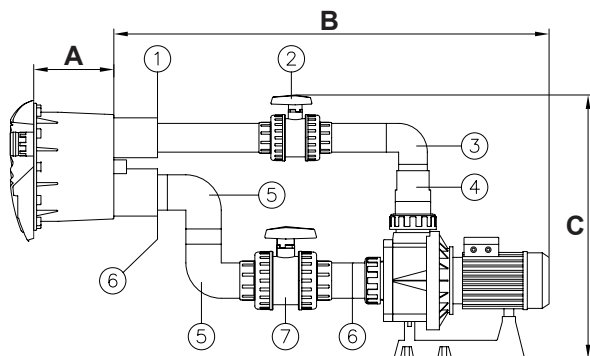

Fig. 6
- Coller la bride réduite de 75x63 mm. (n° 1, fig. 6) sur la prise d'impulsion du boîtier (voir fig. 6).
- Coller un tube de 63mm. Ø (\*) à la bride réduite (n° 1, fig. 6).
- Coller la valve de 63mm. Ø (n° 2, fig. 6) au tube de 63mm. Ø (\*).
- Coller tube de 63mm. Ø (\*) à la valve de 63mm. Ø (n° 2, fig. 6).
- Coller le coude de 63mm. Ø (n° 3, fig. 6) au tube de 63mm. Ø (\*).
- Coller le tube de 63mm. Ø (\*) au coude (n°3, fig.6).
- Coller la réduction conique 90/75/63 mm. (n°4, fig. 6) au tube de 63mm. Ø (\*) et au raccord de la pompe de 90mm. Ø.
- Coller la bride réduite de 90x75 mm. (n° 6, fig. 6) sur la prise d'aspiration du boîtier (voir fig. 6).
- En utilisant un tube de 75mm. Ø (\*), coller un coude de 75mm. Ø (n° 5, fig. 6) à la bride réduite (n° 6, fig. 6).
- En utilisant un tube de 75mm. Ø (\*) on unira l'autre coude de 75mm. Ø (n°5, fig. 6) au coude déjà collé (voir fig. 6).
- Coller la valve de 75mm. Ø (n°7, fig. 6) au coude (n° 5, fig. 6) en utilisant un tube de 75mm. Ø (\*) pour les réunir.
- Coller un tube de 75mm. Ø (\*) à la valve (n° 7, fig. 6).
- Coller une bride réduite 90x75 mm. (n° 6, fig. 6) au tube de 75mm. Ø (\*) et au raccord de la pompa de 90mm. Ø.